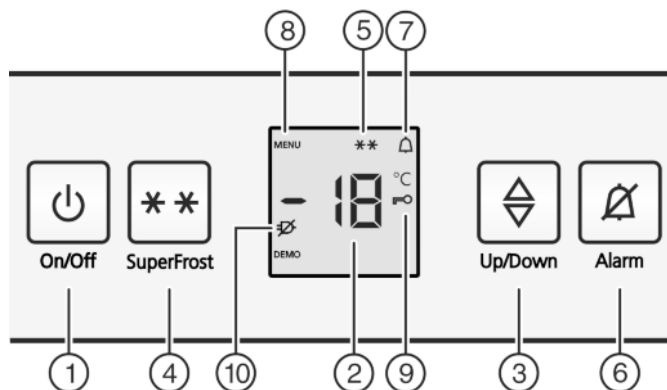

Fig. 2
- Stiskněte tlačítko On/Off Fig. 2 (1).
- ▶ Zapnutí seřizovacího režimu: Stiskněte tlačítko SuperFrost Fig. 2 (4) asi na 5 sekund.
- ▷ Na displeji se zobrazí Symbol menu Fig. 2 (8).
- ▶ Potvrďte krátce tlačítkem SuperFrost Fig. 2 (4).
- ▷ Na displeji svítí Symbol dětské pojistky Fig. 2 (9).
- ▶ Stiskněte krátce tlačítko On/Off Fig. 2 (1).
- ▷ Symbol dětské pojistky Fig. 2 (9) zhasne.
- ▶ Stiskněte tlačítko Alarm Fig. 2 (6).
Současně bliká ukazatel teploty a symbol Alarm Fig. 2 (7).
Výstražný bzučák se vypne automaticky, symbol Alarm Fig. 2 (7) se vypne a ukazatel teploty přestane blikat, když je teplota zase dostatečně nízká.